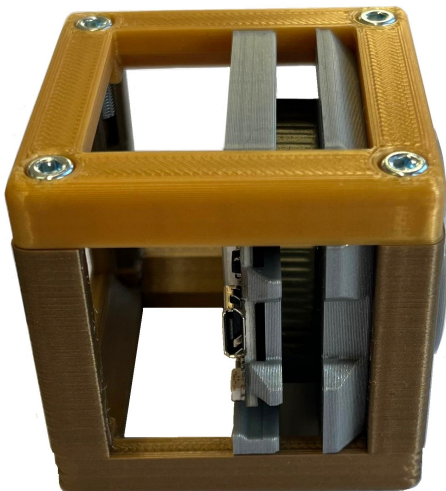

Abb. 11: Fertiger Fotosensor
- (10) Befestigen Sie den Würfelboden mit den INBUS-ZYLINDER-KOPFSCHRAUBEN, M3x12 und schieben Sie den Platinenhalter und den Sensorhalter mit den Stiftleisten zusammen. Achten Sie darauf, diese möglichst gerade ineinander zu schieben (Abbildung 11).